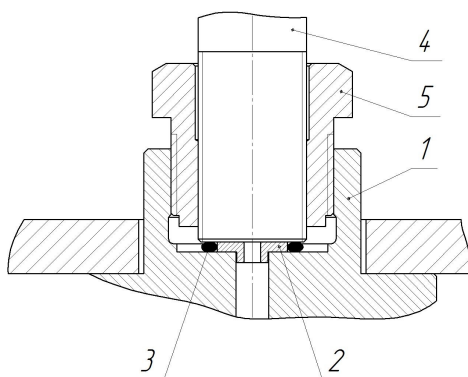
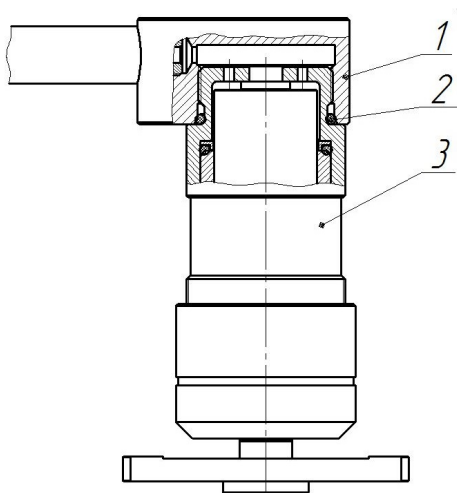

Рисунок 10. Установка кронштейна для МГП-В:
Рисунок 11. Установка ИПС на кронштейн МГП-В:
6.6 Для исполнения МГП-В установите в стойку ИПС 1 (Рис. 10) специальное уплотнение, состоящее из металлической шайбы 2 и резинового кольца 3. Затем установите на стойку ИПС 1 кронштейн 4 посредством гайки переходной 5. Вакуумную ИПС 3 (Рис. 11) с резиновым кольцом 2 установите на кронштейн 1. Подтяните данные соединения гаечным ключом с небольшим усилием, достаточным для их устойчивого положения.